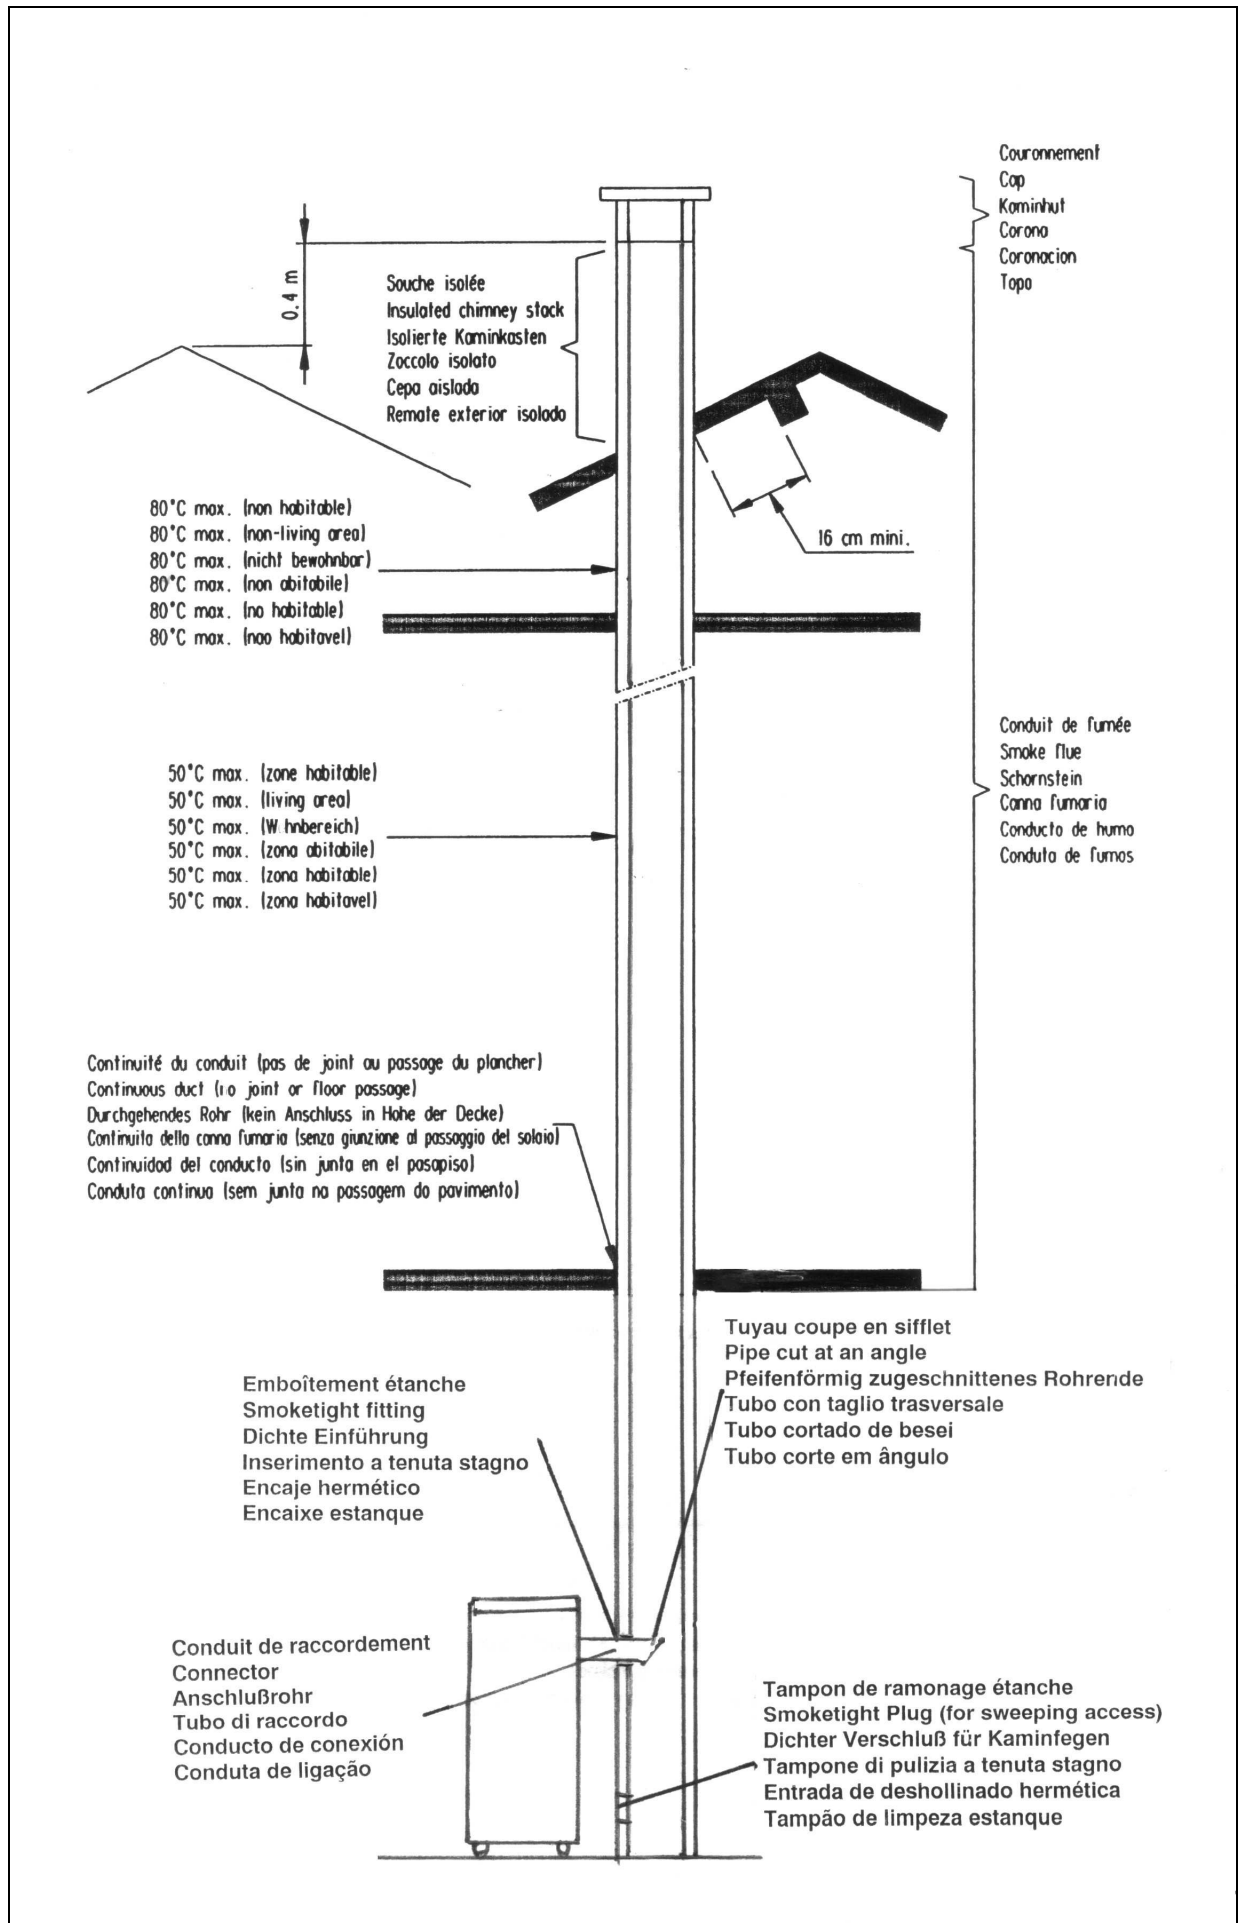

Fig. 1
1.1 - DENOMINAÇÃO DAS DIVERSAS PARTES DO CIRCUITO DE EVACUAÇÃO DE FUMOS (Fig. 1)